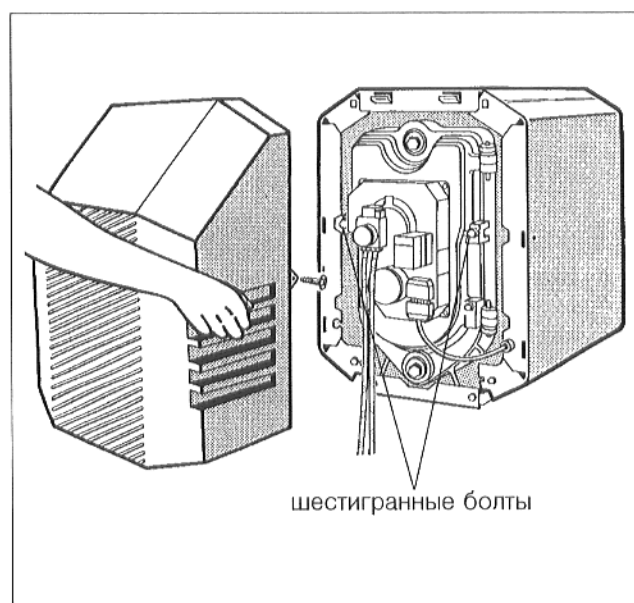

Рис. 30
- Вывинтить шестигранные болты, находящиеся слева и справа у дверцы горелки (рис. 30). Открыть дверцу горелки.
- Закрыть дверцу горелки и равномерно затянуть оба шестигранных болта (рис. 30).